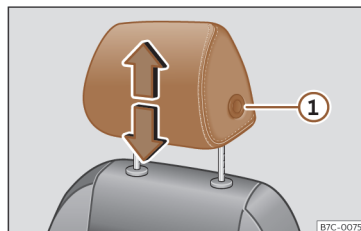
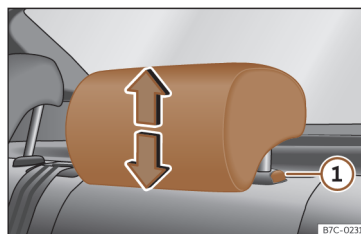

Fig. 98 Banco dianteiro: ajuste do encosto de cabeça.
Fig. 99 Encosto de cabeça traseiro: ajuste do encosto de cabeça.
proceda da mesma forma, pressionando o botão lateral ①»» Fig. 98 »» Fig. 99.
- Pressione o botão lateral»» Fig. 98 ① e retire o encosto de cabeça.